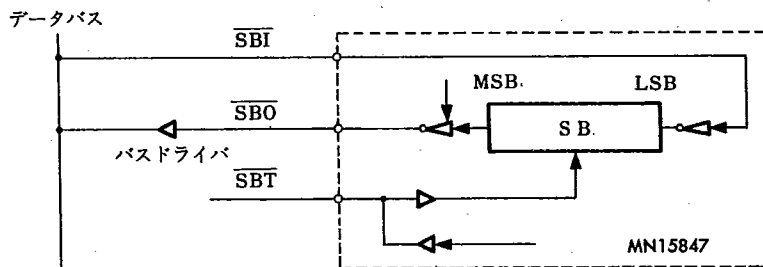

図1 バスドライバの接続
- データバスの負荷が重いときには、外部にバスドライバを接続する必要がありますが、このときには図1のような構成がとれます。